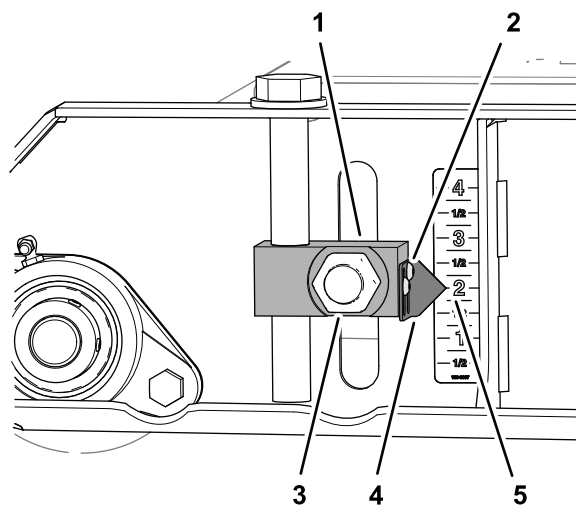
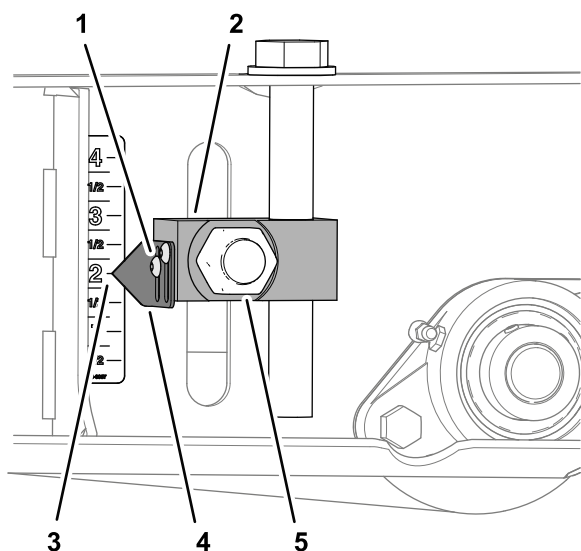

Figure 82
Figure 84
- Desserrez les 2 vis à tête creuse qui fixent le pointeur au bloc de réglage de hauteur de coupe, alignez le pointeur sur le repère de 5 cm (2 po) sur l'autocollant, et serrez les vis (Figure 82).
6. Desserrez les vis à tête creuse qui fixent les 2 pointeurs au bloc de réglage de hauteur de coupe, alignez les pointeurs sur le repère de 5 cm (2 po) sur l'autocollant, et serrez les vis (Figure 84).
7. Serrez les 4 écrous qui fixent les 4 blocs de réglage de hauteur de coupe (Figure 82 et Figure 84) sur les rouleaux avant et arrière à un couple de 322 à 396 N·m (238 à 292 pi-lb).